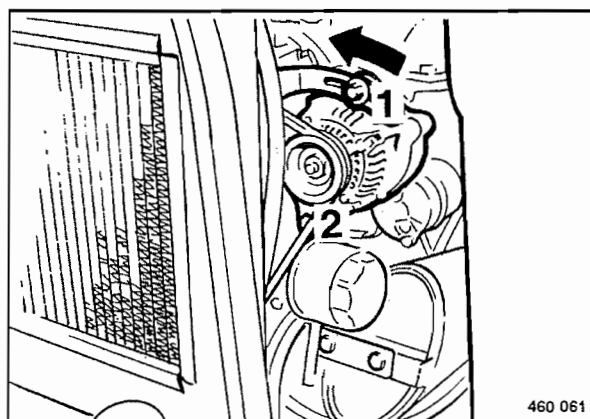

Fig. 97
- Soltar ligeramente los tornillos de fijación 1 y 2 (Fig. 97).